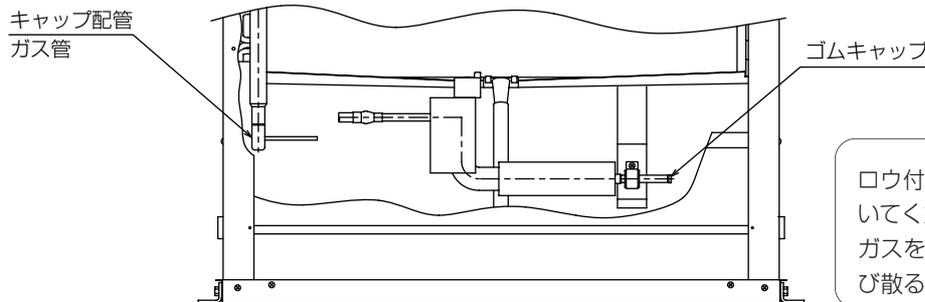

図1
(1) 前・下パネル、フィルター、サービスパネルを取外してください。
(2) 図1に示す液管ゴムキャップを外し、配管内に封入されている窒素ガスを抜いてください。
(3) 図1に示すガス管キャップ配管を取外してください。